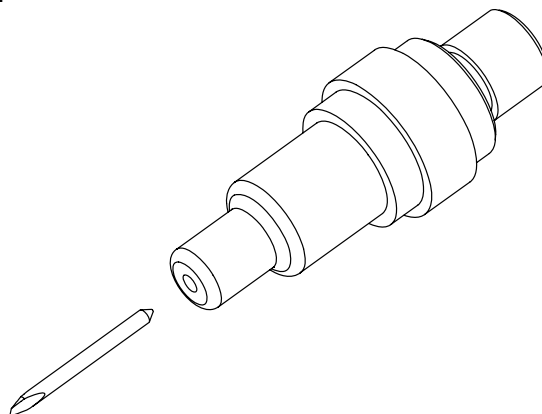

FIGURE 1-9
1. Comme le montre la figure 1-9, introduisez la lame du couteau dans l'arbre central.